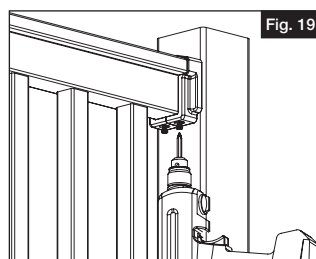

Fig. 19
- d. En serrant fortement le couvercle du support pour le fermer, percer deux avant-trous pour les deux trous situés en dessous au moyen d'un foret de  $\frac{5}{32}$  po (4 mm). Puis, enfoncer deux vis à tête carrée no 10 x 1 po (25 mm) à travers le couvercle et le support métallique jusque dans la main courante (Fig. 19).